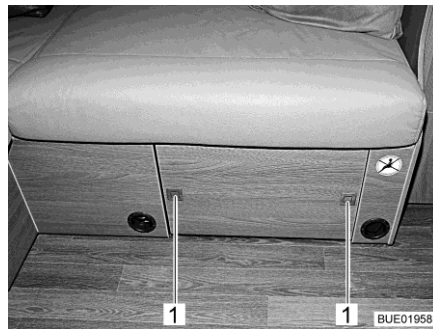

Bild 127 Soffbord, förvarat
- Tryck på tryckknapparna (Bild 127,1) på sittlådans skydd. Tryckknapparna hoppar ut.
- Tryck in tryckknapparna (Bild 127,1) tills de snäpper fast.